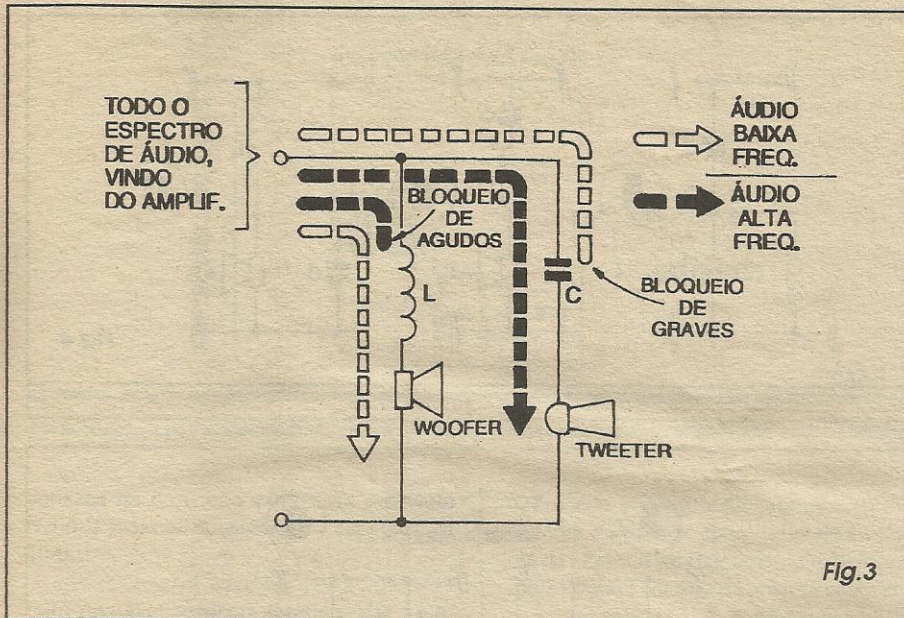

Fig.3
- FIG. 3 - O DESVIO E O ENCAMINHAMENTO DAS FREQUÊNCIAS, EFETUADO POR CAPACITORES E INDUTORES... - Vocês, leitores/alunos já aprenderam, nas distantes Aulas 2 e 4 do ABCDE, as características e propriedades dos capacitores e indutores... Entretanto, tais componentes também apresentam inerentes e interessantes propriedades com respeito à **frequência** dos sinais a que são submetidos, ou que por eles transitam num circuito ou arranjo...! Observem, então, a FIG. 3 e considerem o seguinte:
efeitos da REATÂNCIA CAPACITIVA e REATÂNCIA INDUTIVA, usando-se alguns arranjos mais ou menos padronizados (como os da FIG. 3) não é difícil promover a separação das tonalidades extremas, graves e agudos... Ainda lembrando que com os indutores e capacitores podemos tanto bloquear quanto *desviar* certas faixas específicas de frequência, observem a seguir como redes específicas para as tonalidades **médias** também podem ser estabelecidas: